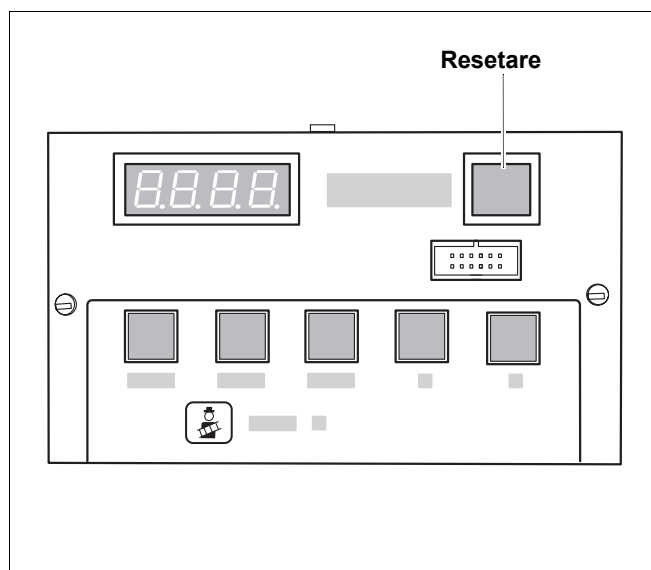

Fig. 4 Tasta "Resetare" a telecomandei
- Mesaje de eroare "E" cu blocare (de ex. "E 02" – exclus incendii). Aceste mesaje pot fi anulate cu ajutorul tastei "Reset" (Fig. 4)
- Se apasă tasta "Resetare" (Fig. 4)